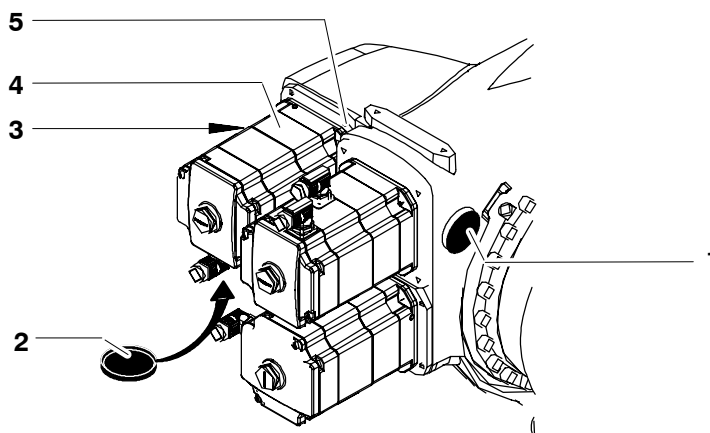

Fig. 81 Couvercle
- (1) Enlever deux couvercles (Fig. 81/1, 2).
- (5) Desserrer la vis de serrage (Fig. 81/3).
- (6) Dévisser quatre vis à six pans creux (5) jusqu'à ce que l'on puisse déplacer l'unité d'entraînement A4 (3) sans jeu.
- (7) Serrer précautionneusement la vis de serrage (3) et remesurer la fréquence de la courroie dentée.
- (8) Répéter cette opération jusqu'à ce que la fréquence prescrite soit atteinte.
- (9) Serrer en croix quatre vis à six pans creux (4) avec une clé dynamométrique jusqu'à l'obtention de la valeur prescrite ($M_A = 23 \text{ Nm}$) en procédant par étapes.
- (10) Remesurer la tension de la courroie dentée conformément aux opérations 2 à 4.
- (12) Monter deux couvercles (Fig. 81/1, 2).